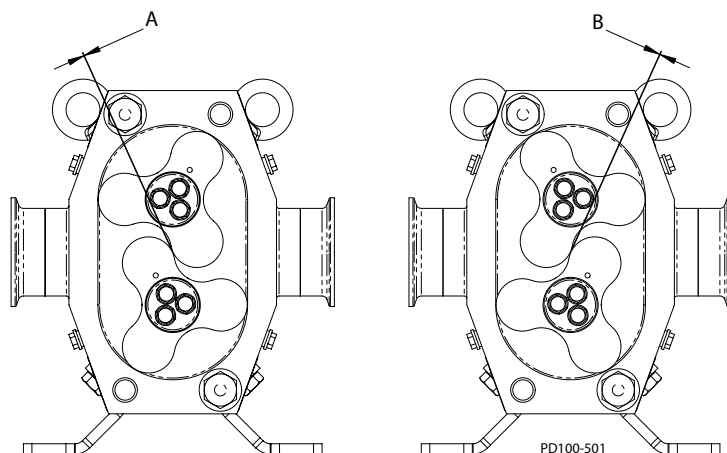

Figura 63: Holgura de los rotores
10. Compruebe la holgura entre los rotores en las posiciones mostradas en la Figura 63.
11. Las dimensiones "A" y "B" de holgura mostradas en Figura 63 deben estar dentro de los rangos especificados en Tabla 11 en todas las posiciones. Ajuste la posición del engranaje en el eje de accionamiento según las necesidades.